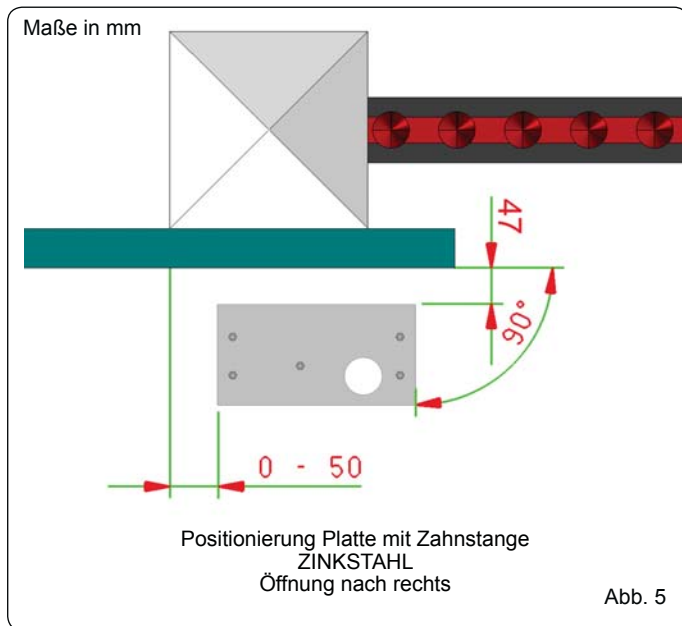
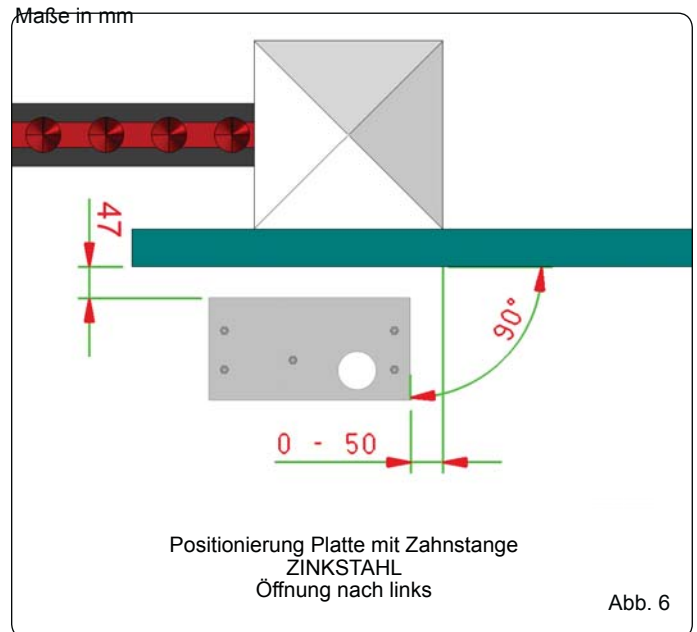

Abb. 5
Abb. 6
2. Die Fundamentplatte muss wie in Abb. 5 (Öffnung nach rechts) oder Abb. 6 (Öffnung nach links) positioniert werden, um ein perfektes Ineinandergreifen des Ritzels und der Zahnstange zu gewährleisten.